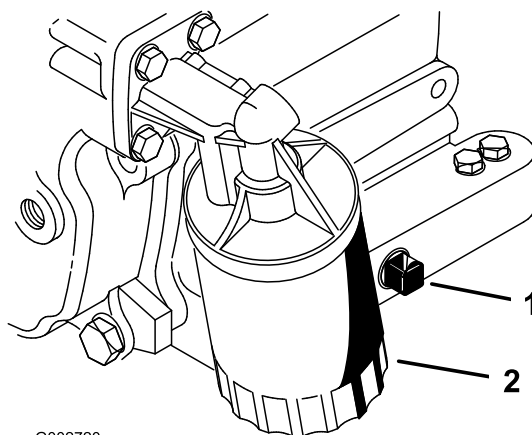

图27
2. 拆下排油塞图27让油流入放油盘。油不再流时安装排油塞。
3. 拆下机油滤芯图27。